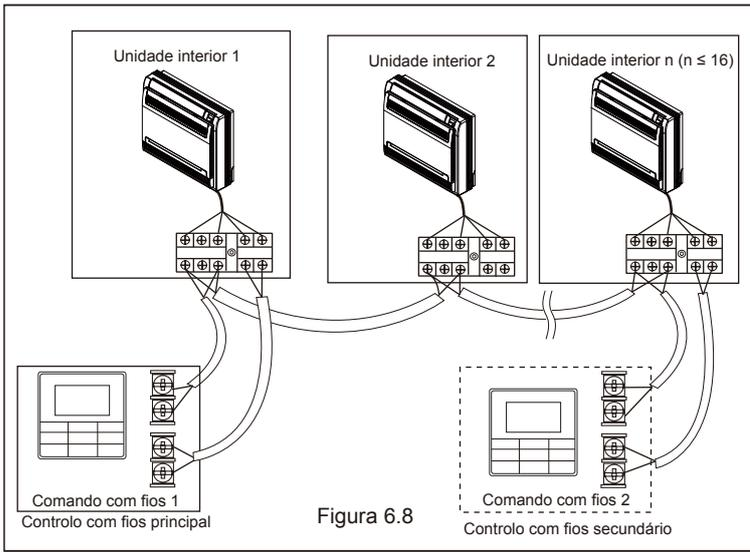

Figura 6.8
- Use 1 comando com fios para controlar várias unidades interiores ou 2 comandos com fios (um principal e um secundário) para controlar várias unidades interiores (ver Figura 6.8);